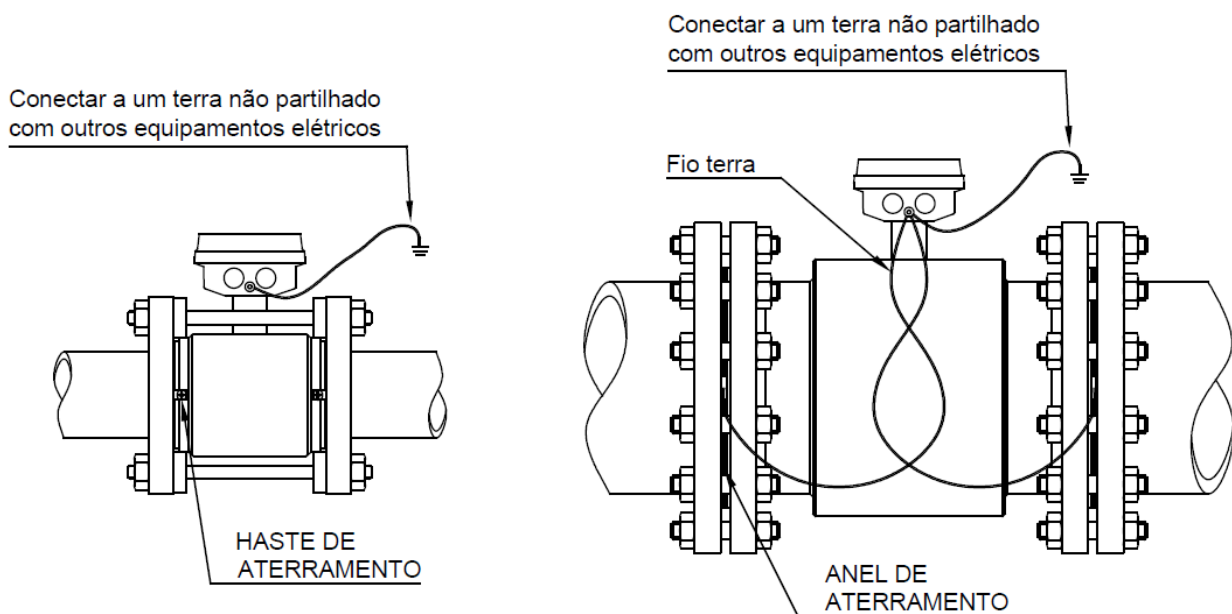

Figura 25: Medidor com anel de aterramento em linha não condutiva
- Verifique se o aterramento feito por você está de acordo com o a figura 25.